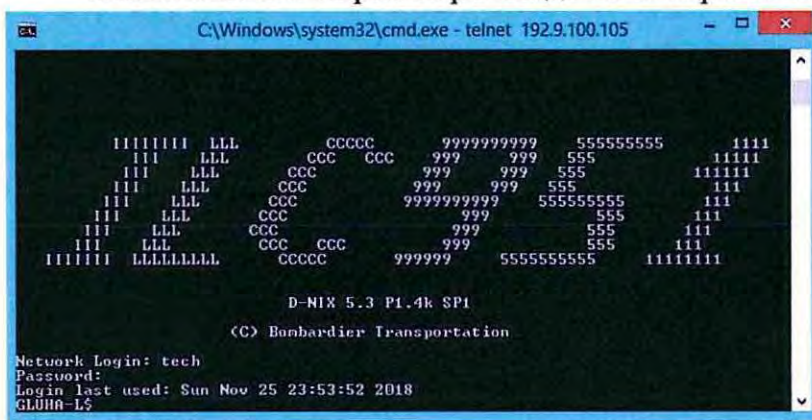

Рисунок 5. Ввод логина и пароля.
7.2.5 Программа подключится к половине центрального процессора, IP адрес которого мы ввели, и запросит логин и пароль. Ввести логин «tech» и пароль «tech». При удачной регистрации появится название половины (например, GLUHA-L) (Рисунок 5).